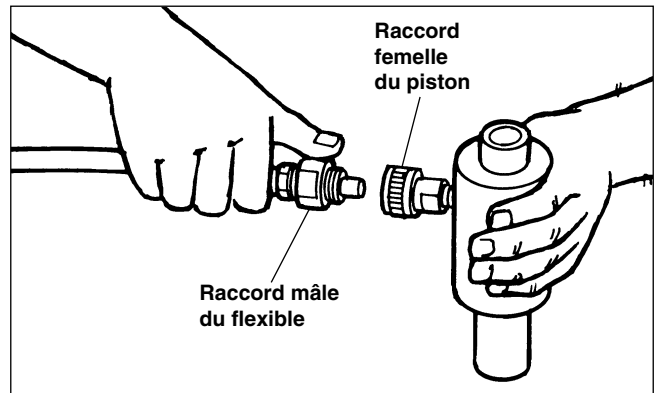

Figure 1 – Raccordement hydraulique
2. Branchez le raccord mâle du flexible au raccord femelle du cylindre du piston. Vissez le raccord complètement à la main (*Figure 1*).